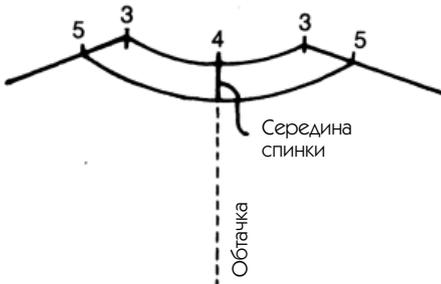

Рис. 148
5. Обтачка: по лекалу спинки сделайте небольшое лекало обтачки, проведя параллельную линию на расстоянии 4 см от линии горловины. На рис. 148 изображены точки, соответствующие точкам, расположенным на подборте воротника с лацканом.